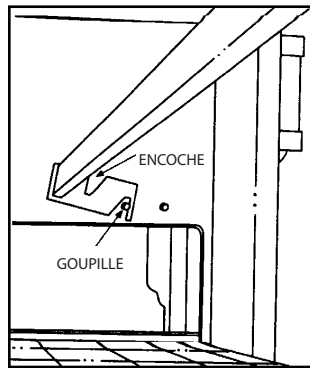

Figure 1
2. Avant d'installer les ferrures de retenue dans le ou les fours, s'assurer d'avoir bien enlevé tout le matériel d'emballage du carénage de plénum. Installer les ferrures de retenue de doigt en les plaçant à l'envers et en accrochant la goupille de retenue comme illustré. (Voir Figure 1.)